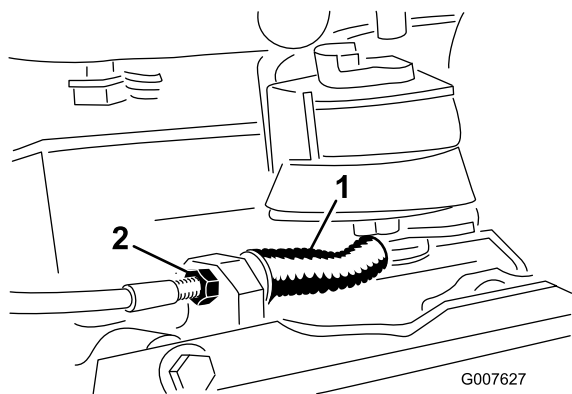

Рисунок 34
- Для уменьшения натяжения тросика отпустите переднюю зажимную гайку тросика и затягивайте заднюю гайку (Рисунок 34). Повторите действия, описанные в пунктах 1 и 2, и при необходимости отрегулируйте натяжение.
- Для увеличения натяжения тросика затягивайте переднюю зажимную гайку тросика и отпустите заднюю гайку (Рисунок 34). Повторите действия, описанные в пунктах 1 и 2, и при необходимости отрегулируйте натяжение.